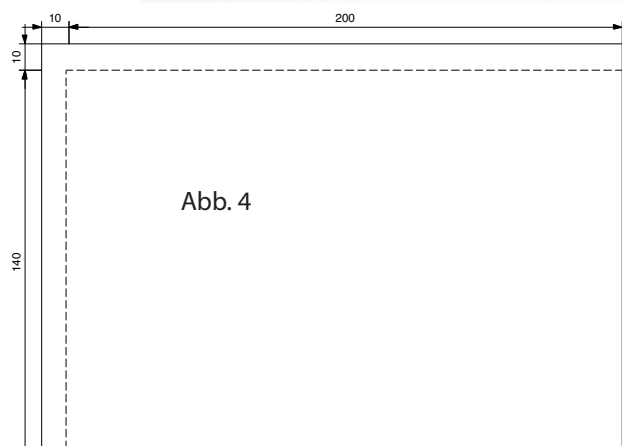

Abb. 4
4. Ein DIN A4 Papier halbieren (DIN A 5). Von entstandenem DIN A 5 Papier von 2 Seiten 10 mm abmessen und abschneiden. (siehe Abb. 4).